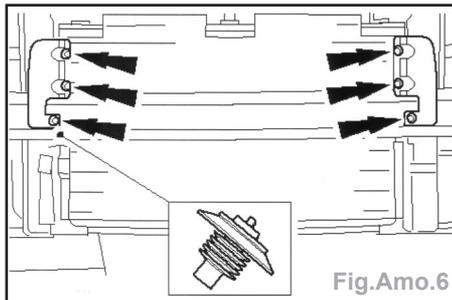

Fig.Amo.6
- Déposer les déflecteurs d'air (Fig.Amo.6).